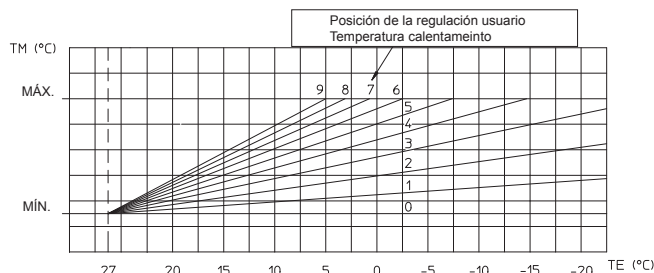

Fig. 1-8
La sonda se puede conectar directamente a la instalacin elctrica de la caldera y permite disminuir automticamente la temperatura mxima de ida a la instalacin, con el aumento de la temperatura externa, para regular as el calor suministrado a la instalacin, en funcin de la variacin de la temperatura externa. La sonda externa acta siempre cuando est conectada, independientemente de la presencia o del tipo de cronotermostato ambiente usado. La correlacin entre la temperatura de ida de la instalacin y la temperatura externa, est determinada por la posicin del selector ubicado en el panel de control de la caldera, segn las curvas representadas en el diagrama (Fig. 1-8). La sonda externa se debe conectar a los bornes 38 y 39 de la tarjeta electrnica de la caldera (Fig. 3-2).
• **Funcionamiento con sonda externa opcional (⚡).** En caso de instalación con la sonda externa opcional la temperatura de envío de la caldera para el calentamiento ambiente es administrada por la sonda externa en función de la temperatura externa medida (Par. 1.6). Es posible modificar la temperatura de envío seleccionando la curva de funcionamiento mediante los pulsantes (5 y 6) seleccionando un valor de "0 a 9" (Fig. 1-8).